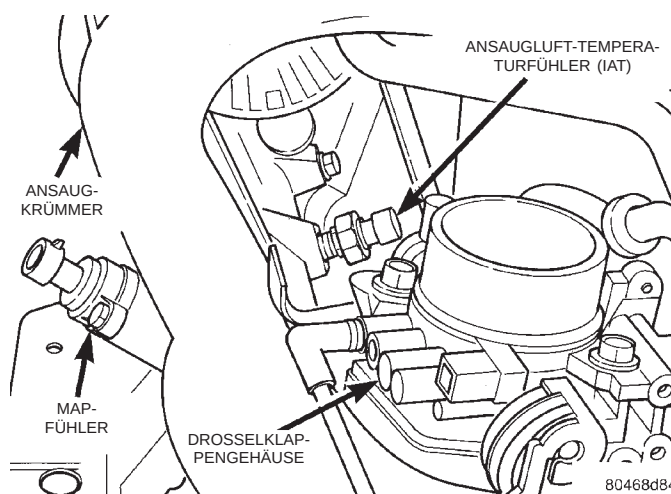
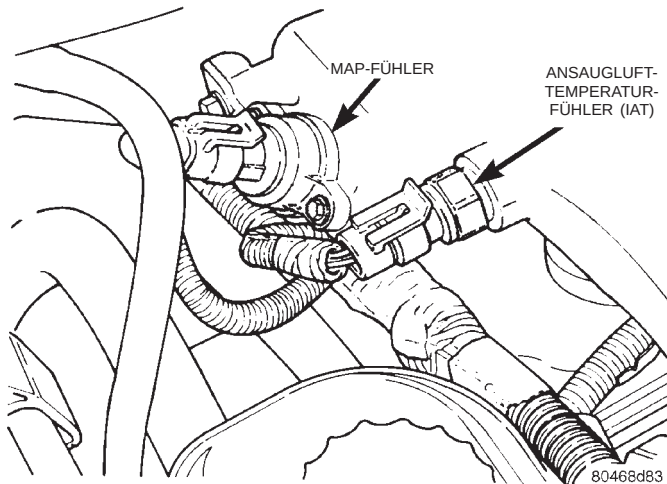

Abb. 38 MAP-Fühler und Ansaugluft-Temperaturfühler (IAT)—2.4L-Motor
Abb. 39 MAP-Fühler und Ansaugluft-Temperaturfühler (IAT)—2.5L-Motor
(7) Die Elektrikanschlüsse am Ansaugluft-Temperaturfühler und am MAP-Fühler prüfen (Abb. 38) oder (Abb. 39).